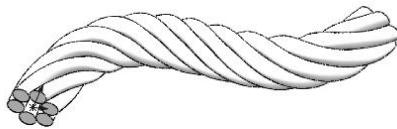

图 3-34 完成麻花绳扫描特征创建
- 07 单击【确定】按钮 ，完成麻花绳扫描特征的创建，如图 3-34 所示。